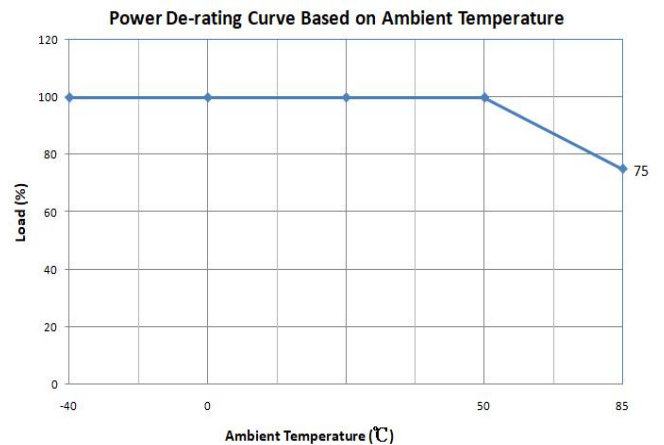

图2 环境温度-负载降额曲线
- ◆ 宽工作温度范围：-40~+85℃(50℃时输出开始降额，参考负载-环境温度降额曲线 图2)